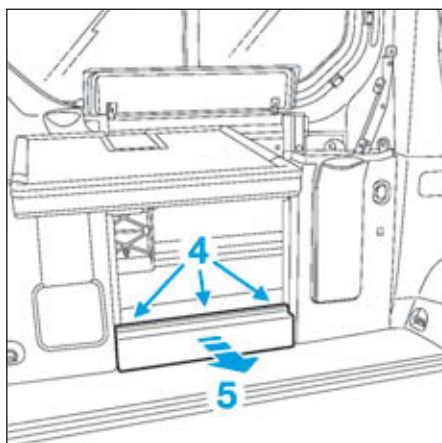

FIG.43
- Décoller en (4) (ruban double face) la garniture inférieure (Fig.43).
- Déclipper la garniture inférieure (5).